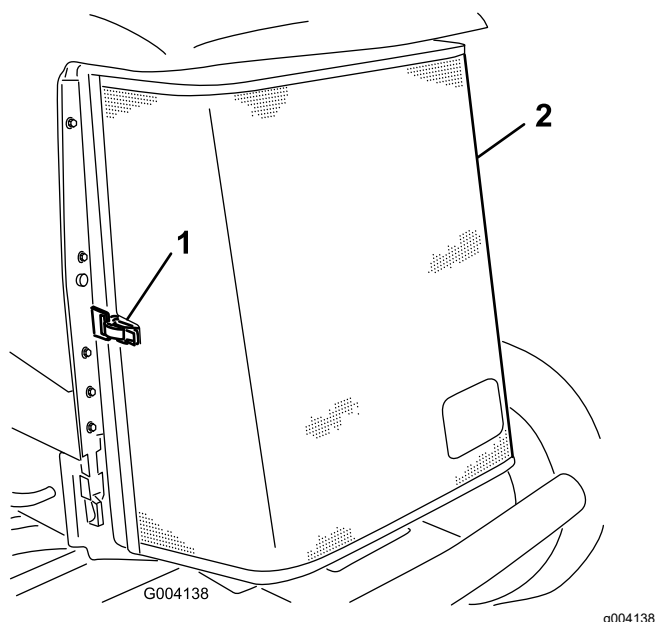

Figura 94
3. Desenganche y abra la rejilla trasera (Figura 94).